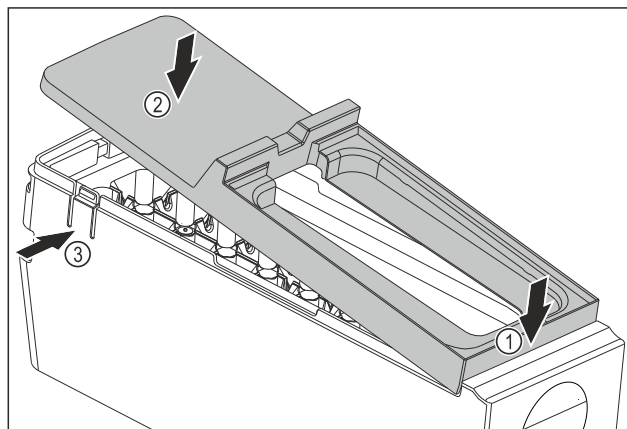

Fig. 157
- Monter le couvercle du corps de l'EasyTwist-Ice : Placer le couvercle à l'avant. Fig. 157 (1)
- Abaisser le couvercle à l'arrière. Fig. 157 (2)
- L'enclenchement du couvercle dans les deux languettes Fig. 157 (3) se fait entendre.